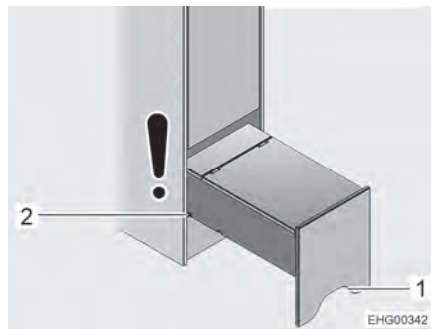

Bild 82 Aufstiegshilfe (ganz herausgezogen)
- Aufstiegshilfe am Ausschnitt (Bild 82,1) greifen, leicht anheben und bis zur zweiten Nut (Bild 82,2) herausziehen.